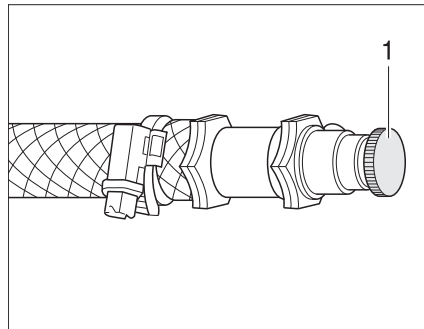

Bild 160 Entlüftungsventil Warmwasser-Heizung
- Das Entlüftungsventil (Bild 160,1) öffnen und geöffnet lassen, bis keine Luft mehr austritt.